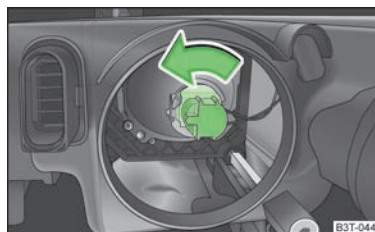

Fig. 190 Demontarea becului luminii de întâlnire
- › Rotiți conectorul și becul în sens anti-orar până la refuz și scoateți-l » fig. 190.